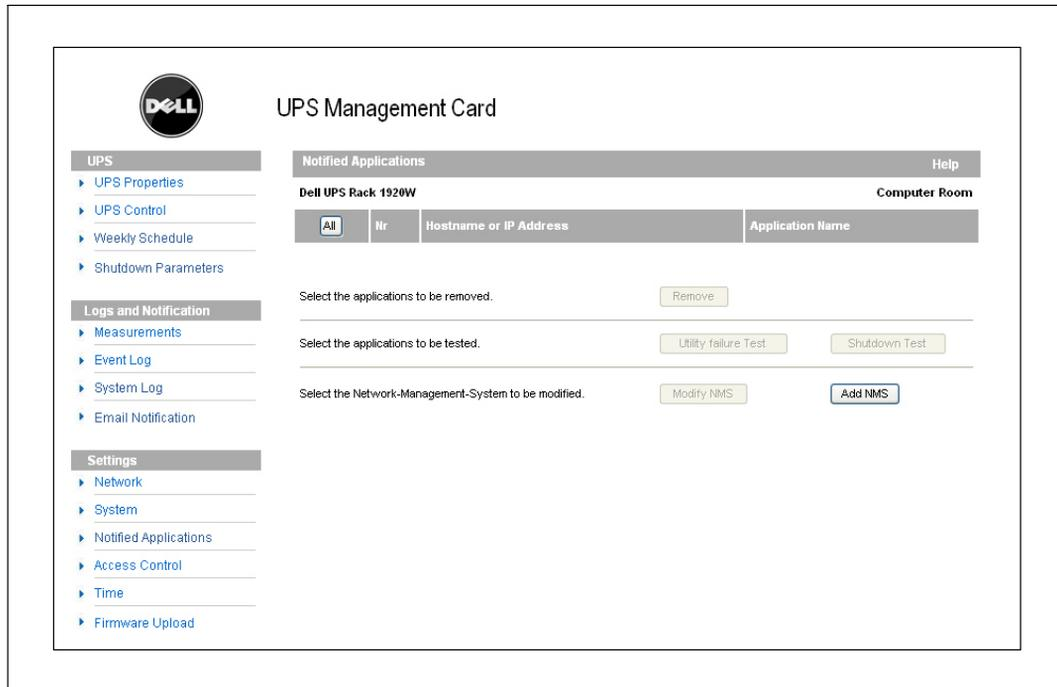

Figure 33. Page Applications notifiées
- 1 Sélectionnez **Applications notifiées** dans la barre de menu. La page Applications notifiées s'ouvre (voir Figure 33).